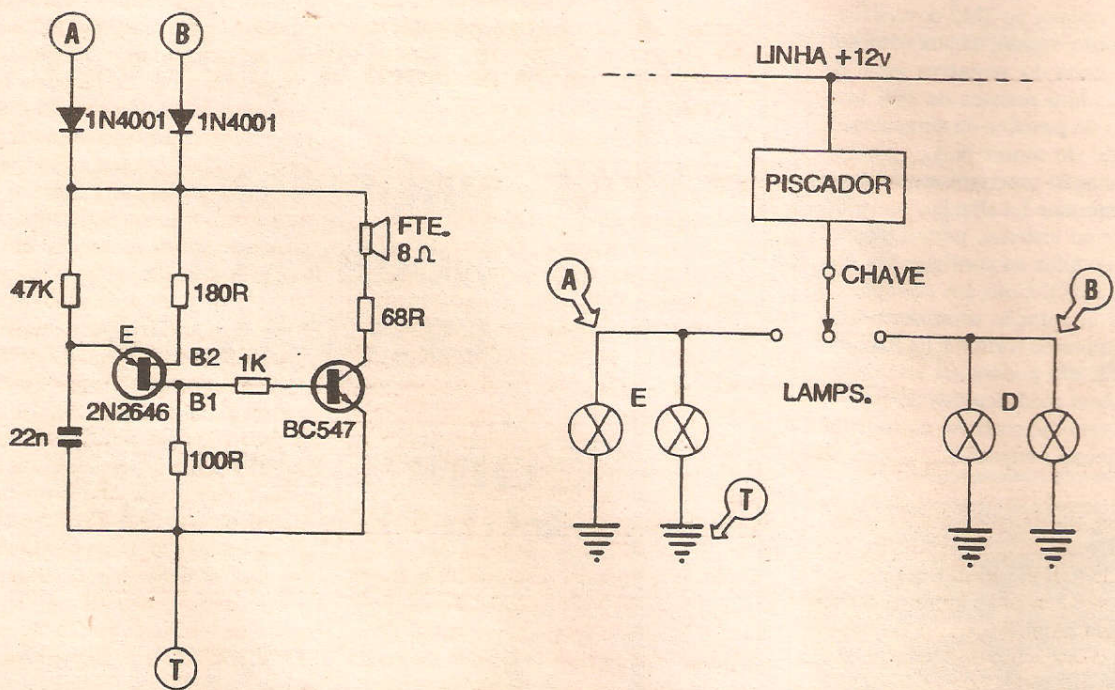

Fig.1
- FIG. 1 - AVISADOR SONORO DE SETA DIRECIONAL LIGADA, PARA CARROS E MOTOS... - Com seu núcleo ativo baseado em um TUJ 2N2646 mais um transistor bipolar comum, BC547, o CIRCUITIM é de facilíma elaboração e instalação, podendo ser usado tanto em motos quanto em carros, desde que o sistema elétrico seja de 12 VCC... Apresenta apenas três pontos de ligação externa, sendo que os terminais **A** e **B** devem ser conectados aos polos vivos das lâmpadas originais do veículo, indicadoras do *pisca de direção*, conforme mostra o diagrama anexo... O ponto **T** do CIRCUITIM deve simplesmente ser ligado ao chassis do veículo (eletricamente correspondente à linha do **negativo** da alimentação, por-